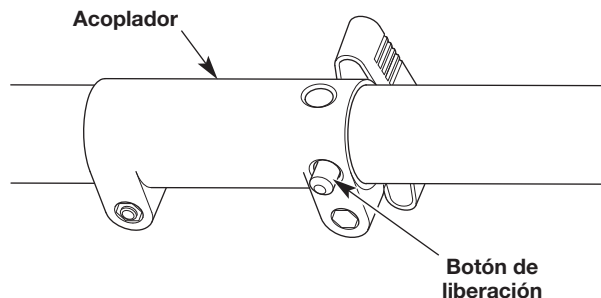
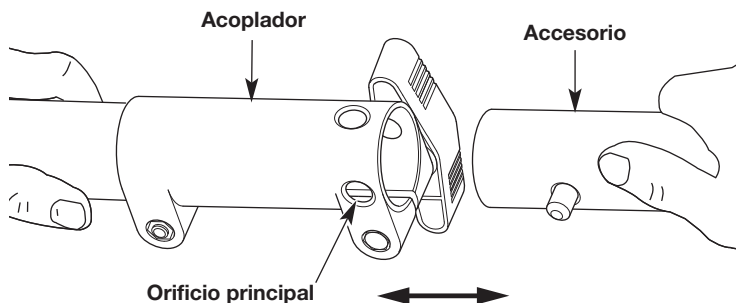

Fig. 4
Fig. 5
4. Presione el accesorio directamente dentro del acoplador (Fig. 5) hasta que el botón de liberación encaje a presión firmemente del orificio principal (Fig. 4).
3. Oprima y mantenga apretado el botón de liberación (Fig. 4).
4. Tire del accesorio directamente hacia fuera del acoplador (Fig. 5).